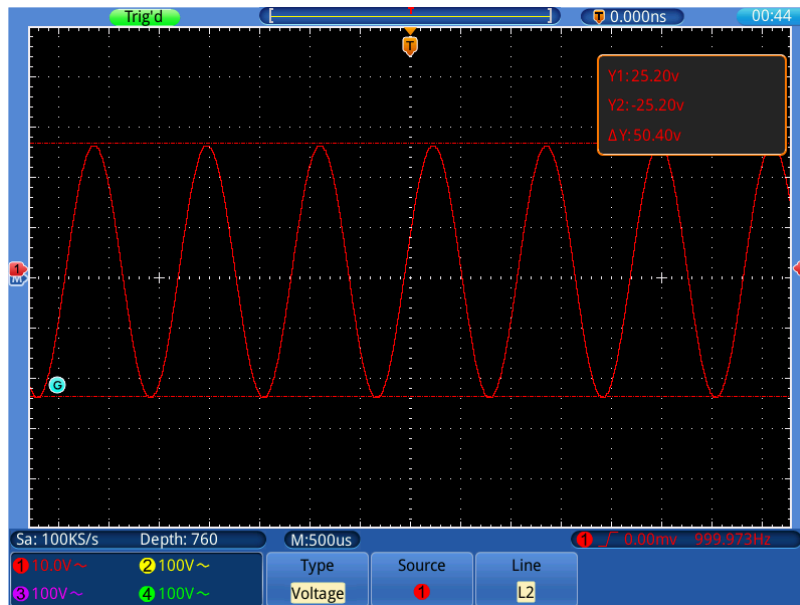

Bild 0-10 Spannungs-Cursor-Messung
2. Wählen Sie **Quelle** im unteren Menü und dann ① im linken Menü für Kanal 1.
4. Wählen Sie **Cursor** im unteren Menü und dann **Cursor1** im rechten Menü. Das  Symbol erscheint neben der Cursor 1 Linie und zeigt an, daß Sie die Position der Linie mit dem Multi-Drehregler (**G**) ändern können. Wählen Sie **Cursor2** um das gleiche mit der zweiten Cursor-Linie durchzuführen. Bei **Cursor 1&2** werden beide Cursorlinien gleichzeitig mit (**G**) verschoben. Das eingeblendete Cursor-Messfenster zeigt die erfassten Positionen und den Spannungs-Differenzwert zwischen den Cursor-Linien an. (**Bild 0-10**).